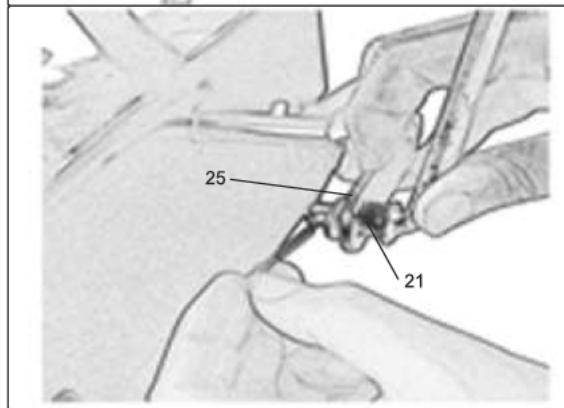

Рис.9.3
•Повторите сборочную операцию на кронштейне выбора передачи (25) в нижней части снегоуборщика (рис.9.3).